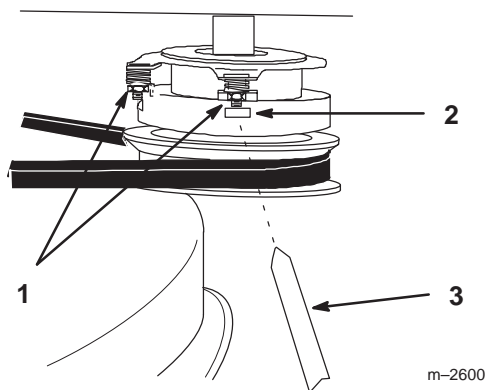

Figure 36
1. Pour régler l'embrayage, serrez ou desserrez les contre-écrous sur les goujons à collerette (Fig. 36).
2. Vérifiez le réglage en introduisant une jauge d'épaisseur dans les fentes à côté des goujons (Fig. 36).